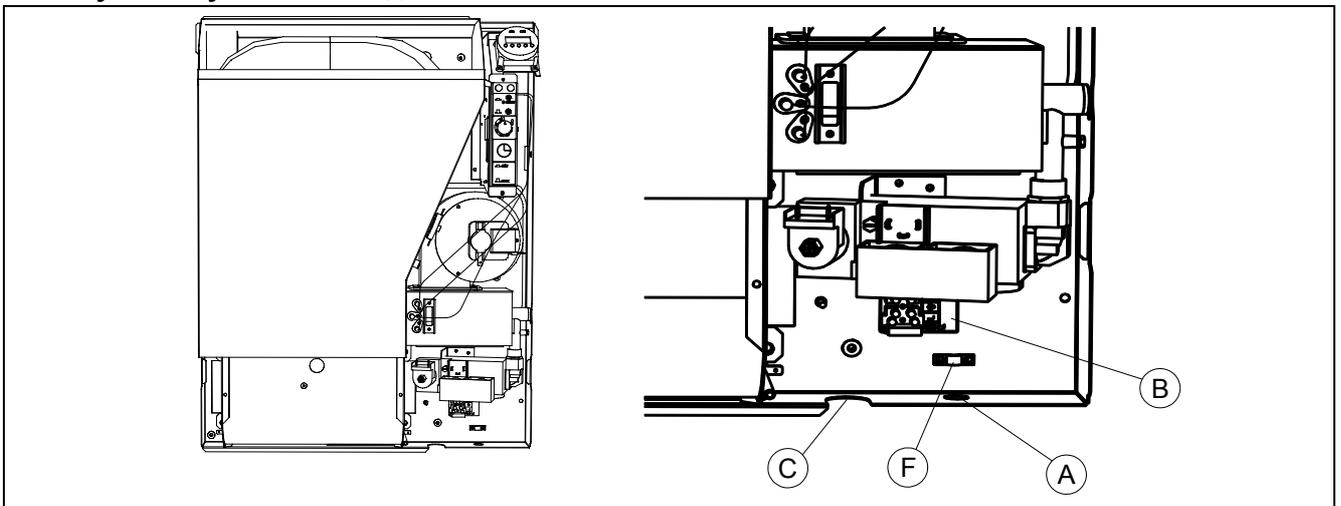
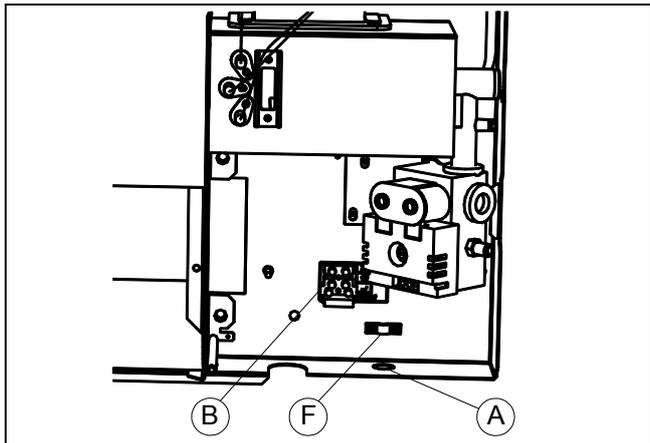
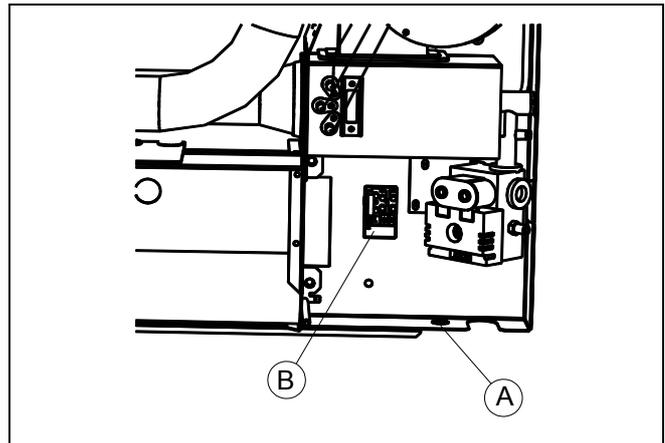
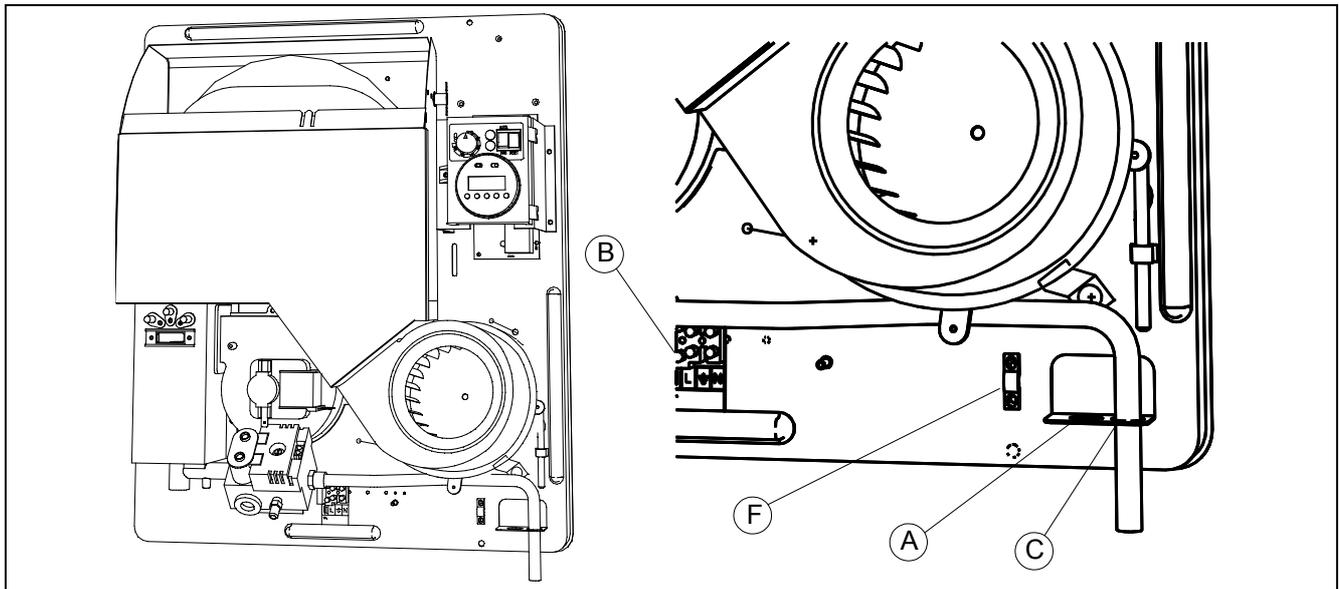

Рисунок 19 – ПОЛОЖЕНИЕ СОЕДИНЕНИЙ СИСТЕМ ПИТАНИЯ В МОДЕЛЯХ 5002 и 8002
Рисунок 21 – ПОЛОЖ. СОЕДИНЕНИЙ СИСТЕМ ПИТ. PER 4001, 4002 и 5001
Рисунок 22 – ПОЛОЖ. СОЕДИНЕНИЙ СИСТЕМ ПИТ. ДЛЯ МОДЕЛИ 8001
Рисунок 23 - ПОЛОЖ. СОЕДИНЕНИЙ СИСТЕМ ПИТ. ДЛЯ МОДЕЛЕЙ 3001 и 3002
14. Подготовить устройство к подключению к электрической сети (230 В / 50 Гц), проведя, через прижимное устройство, установленное в отверстии А (см. Рисунок 19, Рисунок 21, Рисунок 22, или Рисунок 23) и, для моделей 3001, 3002, 4001, 4002, 5001 и 5002, через мостик F (см. Рисунок 19, Рисунок 21 или Рисунок 23) трехполюсный кабель с вилкой, или же установив между устройством и сетью всеполюсный выключатель с МИНИМ. открытием контактов 3 мм.
Кабель должен быть типа НО5 VVF 3x1 мм2 с максимальным наружным диаметром 8,4 мм и должен быть подключен к соответствующей контактной коробке В (см. Рисунок 19, Рисунок 21, Рисунок 22, или Рисунок 23) не забыв о соблюдении полярности, указанной на коробке (L = фаза, N = нейтр.,  $\perp$  = заземл.).
16. Для моделей 5002 и 8002 труба должна быть подсоединена к газовому клапану через гнездо (С) см. Рисунок 19. В моделях 4001, 4002, 5001 и 8001 газовая труба должна проходить через гнездо в нижней части кожуха.
17. В моделях 3001 и 3002 труба для соединения прилагается в комплекте устройства; подсоединить последнюю к газовому клапану, проведя через отверстие С (см. Рисунок 23).